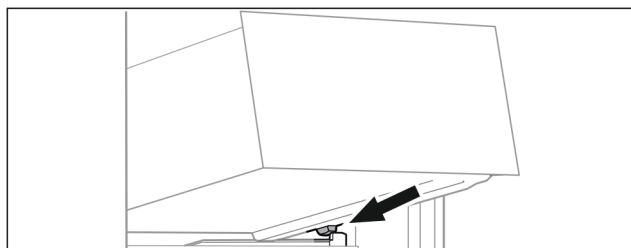

Fig. 96
- ▶ Lade schuin achter de stoppers op containerrib plaatsen. (zie Fig. 96)